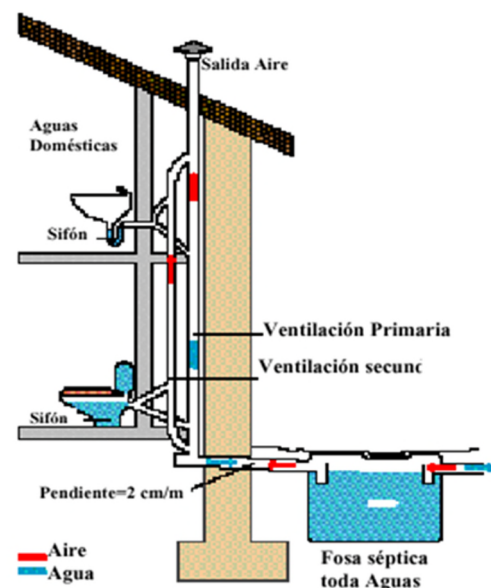

Fig.4 Esquema del sistema de aireación
- Se debe instalar un sistema de ventilación eficiente que permita la salida de los gases generados en el interior de los depósitos (Fig.4). Se recomienda la instalación de una seta de desodorización Roth.